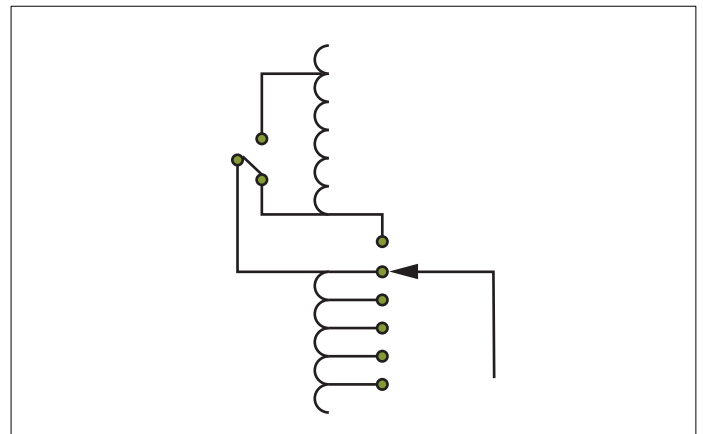

Рис. 23. Переключение обмоток грубого/тонкого регулирования
- Переключение обмоток грубого/тонкого регулирования, см. рис. 23.